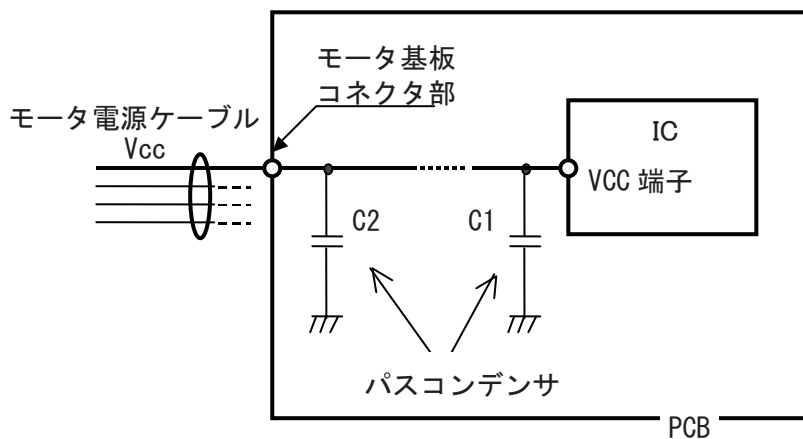

図 4.7.1 サージ電圧保護素子設置(例)
- ・対策 ①IC端子に近接してパスコンデンサC1を配置する。パスコンデンサには、セラミックコンデンサ等の周波数特性の良いものを付加する。容量の目安は約1 μF。(大きいほど効果がある。)
②さらに図 4.7.1のように、VCCのサージ吸収のためモータ基板コネクタ部に近接してコンデンサC2等のサージ吸収素子を配置すると有効である。